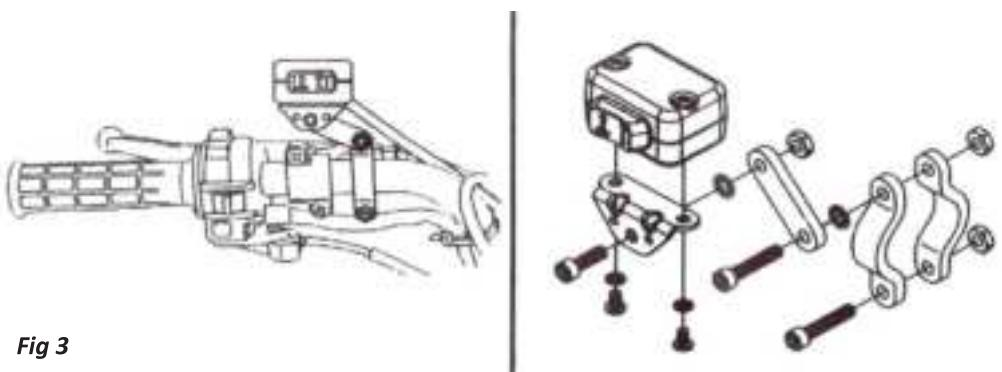

Fig 3
- Fissare l'interruttore a bilanciere del manubrio in una posizione comoda (si consiglia sul lato sinistro del manubrio, come mostrato in Fig 3) e collegare i due fili di comando ai terminali a proiettile, corrispondenti alle estremità dei cavi finali corti provenienti dall'unità di controllo.